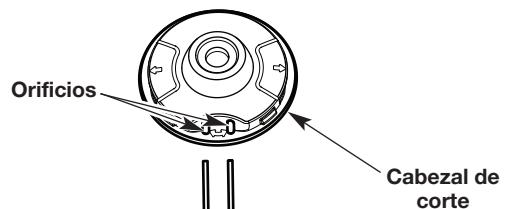
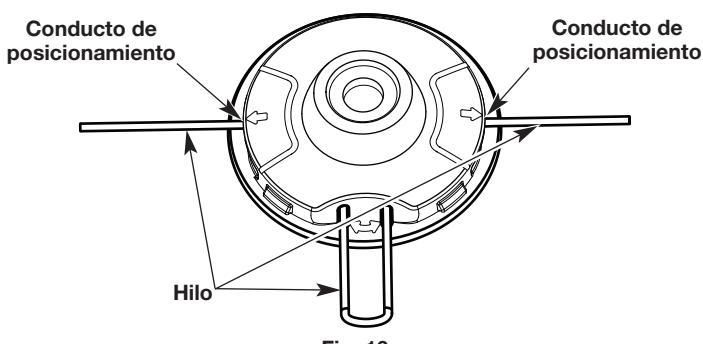

Fig. 15
Fig. 16
- Inserte los extremos del hilo a través de los orificios circulares que están al costado del cabezal de corte (Fig. 15). Empuje el hilo a través de los orificios hasta que ambos extremos sobresalgan de los conductos de posicionamiento (Fig. 16).